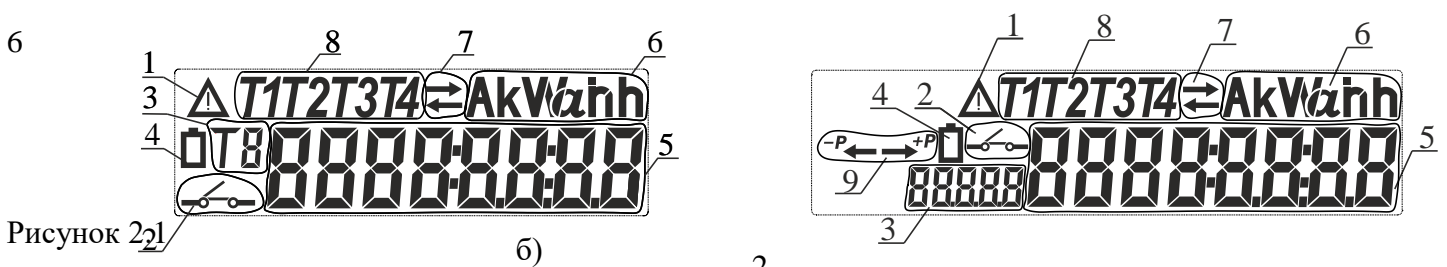

Рисунок 2.1
2.4 Якщо в процесі роботи лічильника виник збій, то на електронному дисплеї починає блимати сегмент 1 на рис. 2.1. та періодично відображаються коди помилок на сегментах 5 рис. 2.1, а при натисканні кнопки «Перегляд», спочатку перелистуються всі помилки, які виникли в лічильнику, а потім перелистуються інші дані. Перелік деяких помилок наведений в таблиці 2.3.